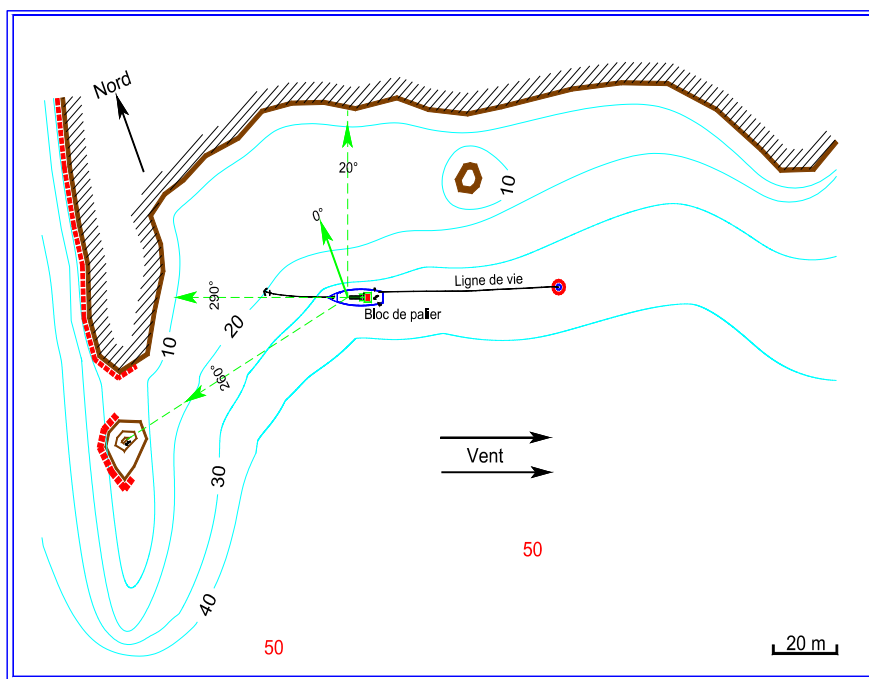

Figure 22 *Différents relevés sur un site de plongée*
1) Il faut être capable de faire un relevé : (Figure 22)
Utilisation du compas en plongée (Suivre un cap, relevé en surface Figure 22)